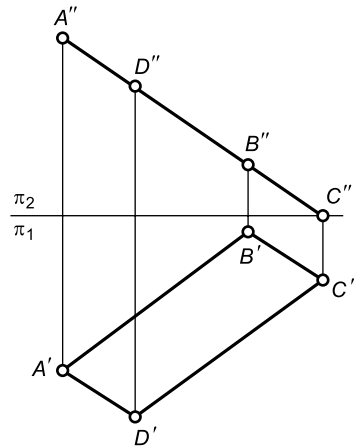

Рис. 18
2.20. Определить истинные размеры параллелограмма $ABCD$ (рис. 18).